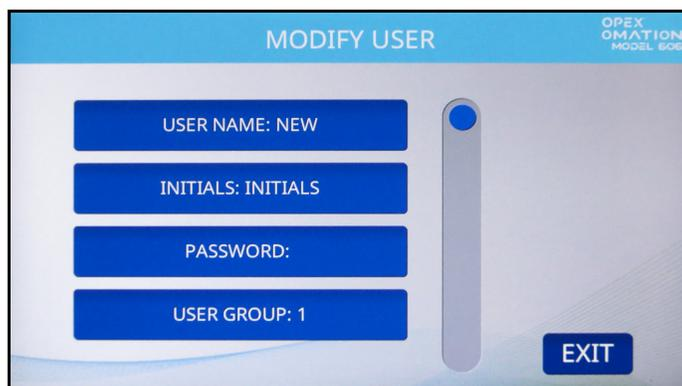

図 6-37 : ユーザーの変更画面
4. **ユーザーの変更画面**が表示されます (図 6-37)。必要に応じてユーザーのパラメータを設定します。これらのパラメータを次に一覧表示します。